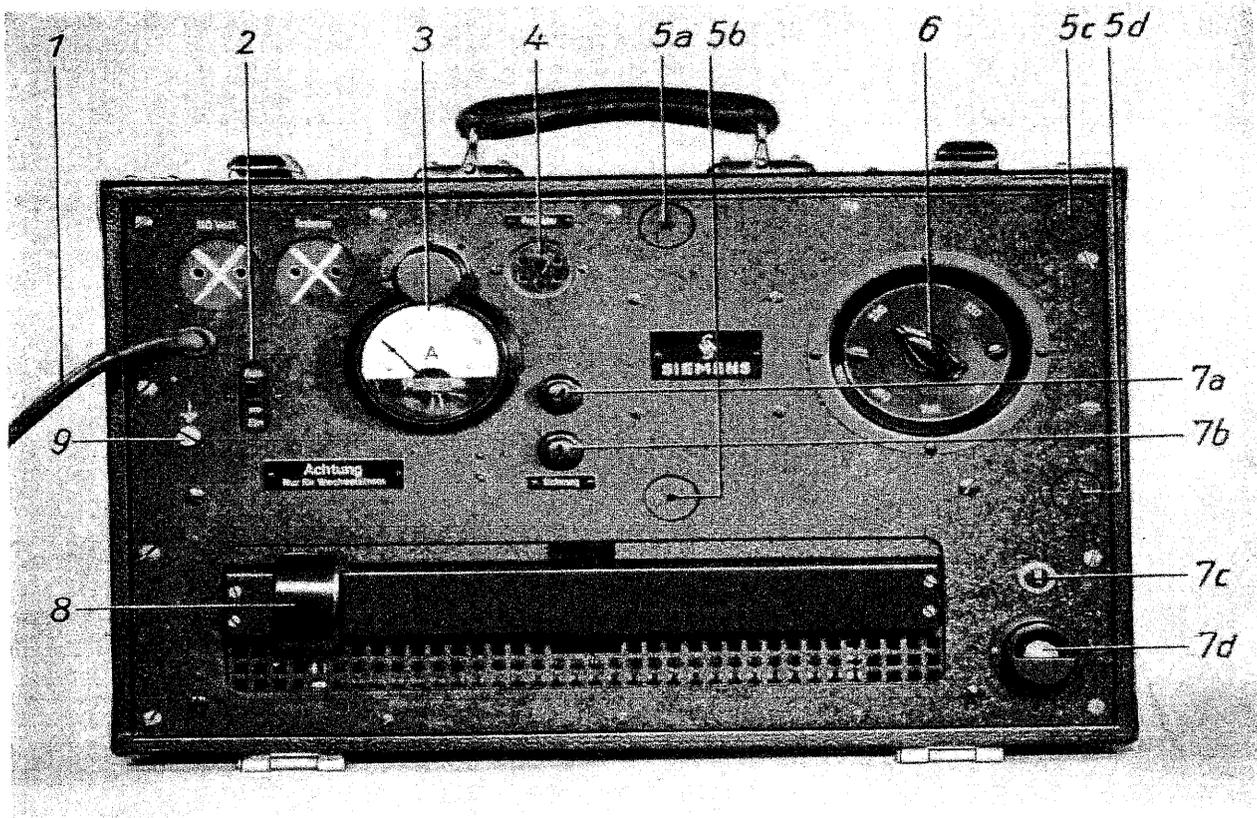
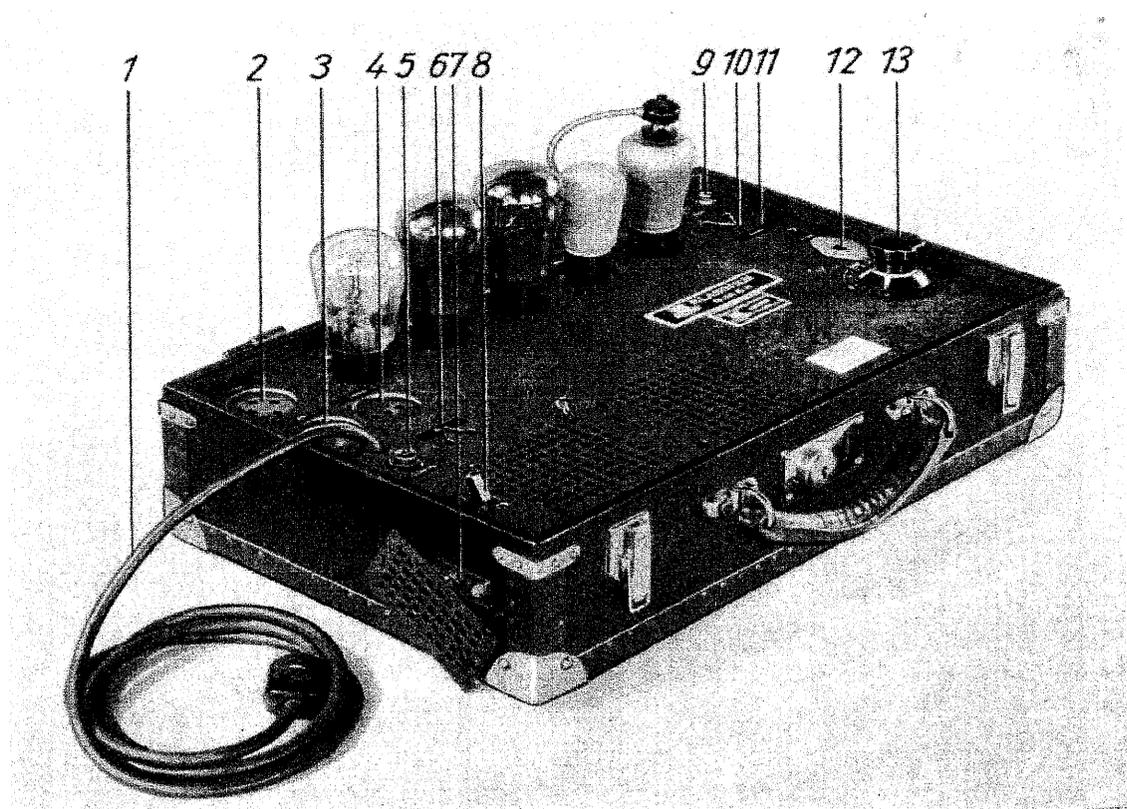
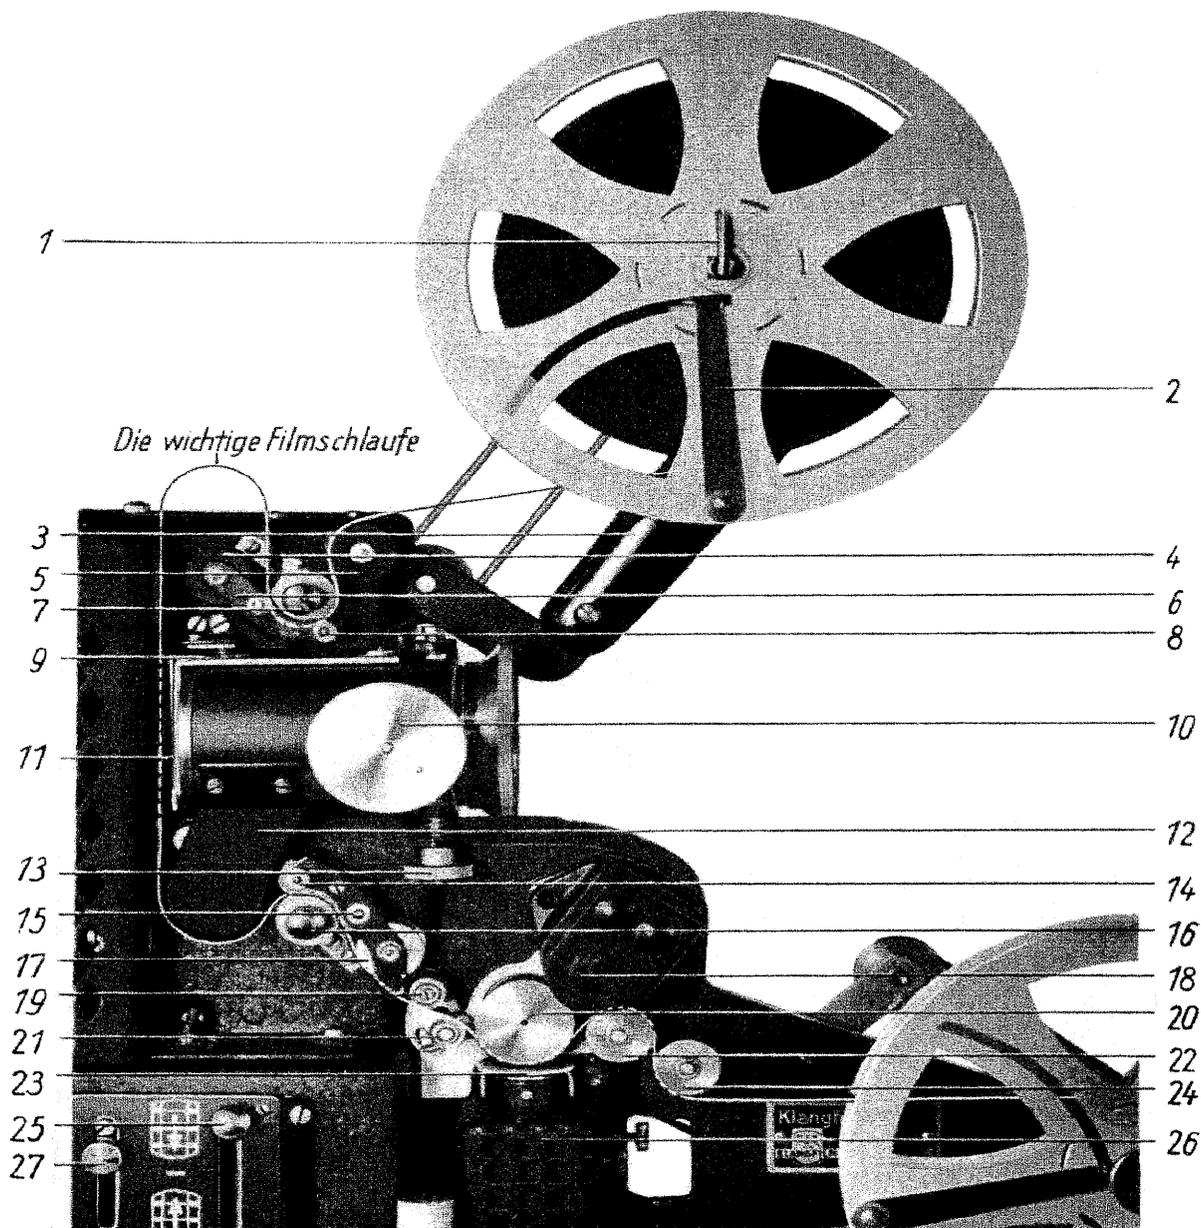

Bild 1 TransformatorKoffer
Bild 2 Verstärkerkoffer
Bild 3
1. Transformator (Bild 1) flach auf den Projektionstisch legen, Deckel öffnen, umschlagen und abnehmen.
2. Verstärker (Bild 2) flach auf den Projektionstisch mit Handspanne Zwischenraum neben den Transformator legen, Deckel umschlagen und nach links von den Scharnierbolzen abziehen.
3. Projektor nun so auf den Verstärker stellen, daß das Tonfilmgerät mit dem unteren Spulenträger des Projektors über den Lautstärkereglern 13 (Bild 2) zu stehen kommt.
5. Erdungsschraube des Projektors (in Projektionsrichtung gesehen über dem hinteren linken Gummifuß), Erdungsschraube 9 des Verstärkers (Bild 2) und Erdungsschraube 9 des Transformators (Bild 1) etwas lösen, gutleitenden Draht anklemmen und mit gutem Erder (Gasrohr, Wasserleitung, Zentralheizung) verbinden.
6. Gitter neben dem Kippschalter 8 (Bild 2) des Verstärkers abnehmen und prüfen, ob Verstärker richtig auf die am Elektrizitätszähler sichtbare Spannung geschaltet ist. Sonst richtig schalten durch Umschlagen der Strombrücke auf den betreffenden Schaltstift.
7. Netzspannungsschalter 6 (Bild 1) des Transformators auf die am Elektrizitätszähler sichtbare Spannung schalten. Bei Spannungen von 250 bis 270 Volt ist Schaltung der Leitungen gemäß Leitungsplan für 260 Volt (Seite 2) notwendig. Dabei ist der Verstärker auf 110 Volt zu schalten.
10. Jetzt erst Lichtnetzkabel 1 (Bild 2) des Verstärkers in die Lichtnetzsteckdose bzw. bei Schaltung für 260 Volt das Lichtnetzkabel 1 (Bild 1) des Transformators in die Lichtnetzsteckdose stecken.
11. Prüfen, ob alle Anschlüsse stimmen: Kippschalter 2 (Bild 1) des Transformators auf „Ein“ kippen. Projektor läuft unter Aufleuchten der Lampe an. Transformatorschieber 8 (Bild 1) so lange verschieben, bis der Strommesser maximal 12 Ampere anzeigt. Zur Kontrolle der Tonschaltung Kippschalter 8 (Bild 2) auf „Ein“ kippen. Die Tonlampe im Tonlampenkäfig unter dem Lichttongerät leuchtet auf. Nach etwa einer Minute Lautstärkereglern 13 (Bild 2) so lange nach rechts
drehen, bis Rauschen aus dem Lautsprecher ertönt. Tonfilmzusatz arbeitet dann richtig. Projektor wieder mit Kippschalter 2 (Bild 1) des Transformators abschalten, die beiliegende Stroboskopscheibe auf den Rändelknopf der oberen Zahntrommel 7 (Bild 3) stecken und Projektor mit dem am Projektor selbst befindlichen Kippschalter neu anlassen. Projektor läuft nun zur Schonung der Lampe ohne Licht. Bei Beleuchtung der Stroboskopscheibe mit einer kleinen
Glühbirne (Nählicht), angeschlossen an 50periodigen Wechselstrom, zeigen die einzelnen Kreise dieser Scheibe ein Wandern. Der Geschwindigkeitsregelknopf 27 (Bild 3) ist nun so weit zu verschieben, bis die schwarzen Speichen des Mittelkreises nicht mehr weiterlaufen, sondern zu stehen scheinen. Nun hat der Tonfilmprojektor die richtige Geschwindigkeit.
Um die Lampe zu schonen, ist der Transformator mit einer Schalter- sperre für den Kippschalter 2 (Bild 1) versehen. Der Kippschalter kann nur dann betätigt werden, wenn der Transformator- schieber ganz nach links, also auf geringsten Lampen- strom, gestellt ist.
Falls Strommesserbeleuchtung des Transformators während des Betriebes erlischt, sofort Lichtnetz-kabel 1 (Bild 1) aus der Steckdose ziehen und Schalter 2 (Bild 1) auf „Aus“ stellen. Erst dann Sicherungskapseln 7a und 7b (Bild 1) abschrauben und neue Sicherungen (Typ 4000mA träge) einsetzen. Reserve befindet sich im Kofferdeckel.
Steuerknopf 25 (Bild 3) muß ganz nach oben geschoben sein.
1. Gefüllte Filmspule auf oberen Spulenträger so auflegen, daß die Tonspur des Filmes — in Projektionsrichtung gesehen — links liegt. Dornspitze 1 (Bild 3), vom Spulenschwenkarm abweisend, umlegen. Leer-spule auf den unteren Spulenträger aufsetzen und mittels Kordelmutter befestigen.
2. Oberen Andruckrollenhalter 6 und unteren Andruckrollenhalter 15 (Bild 3) von den Zahntrommeln 7 und 16 bis zum Einrasten abdrücken.
3. Filmkanal 11 (Bild 3) durch Umlegen des Hebels 9 öffnen.
6. Film jetzt so um die obere Zahntrommel 7 (Bild 3) legen, wie das Bild es zeigt. Darauf achten, daß die Zahntrommelzähne genau in die Filmperforation eingreifen und der Film über der oberen Leitrolle 4 eine Filmschleufe von etwa 2 cm Höhe bildet.
7. Durch Druck auf Knopf 8 (Bild 3) den oberen Andruckrollenhalter wieder gegen die Zahntrommel anlegen.
Achtung! Steuerknopf 25 (Bild 3) muß vor Beginn der Vorführung ganz nach oben bis zum Einrasten, der Transformatorschieber 8 (Bild 1) ganz nach links zur Anfangsstellung zurückgeschoben sein.
1. Kippschalter 8 (Bild 2) des Verstärkers auf „Ein“ kippen und etwa eine Minute warten.
2. Kippschalter 2 (Bild 1) des Transformators auf „Ein“ stellen. Projektor läuft nun an, Projektionslampe leuchtet auf.
3. Richtigen Lampenstrom einstellen, indem Schieber 8 (Bild 1) des Transformators so lange nach rechts verschoben wird, bis der Strommesser maximal 12 Ampere Lampenstrom anzeigt.
4. Richtige Bildschärfe einstellen durch Drehen des Objektivdrehknopfes 10 (Bild 3). Falls Spielraum des Triebknopfes scheinbar nicht genügend groß, Objektiv von Hand etwas herausziehen oder hineinschieben.
8. Wenn das Filmbild auf der Leinwand nicht voll sichtbar ist, sondern den Bildstrich oder noch einen Teil des folgenden Bildes zeigt, so muß der Bildstrich eingestellt werden. Hierzu Rändelschraube 13 (Bild 3) so lange nach links oder rechts drehen, bis Bild durch Höher- oder Tieferstellen voll sichtbar ist.
2. Transformatorkippschalter 2 auf „Aus“ kippen und Transformator-schieber 8 (Bild 1) ganz nach links in die Ausgangsstellung zurück-schieben, ebenso
3. Verstärker durch Umlegen des Kippschalters 8 (Bild 2) abschalten.